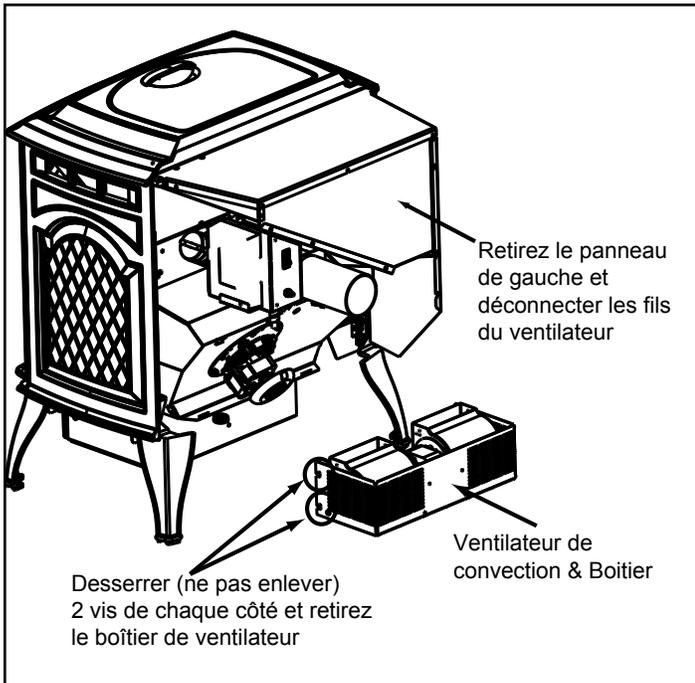

Figure 23.1
- Il y a 2 vis à chaque côté du boîtier. Desserrez les 4 vis, mais ne les retirez pas. Soulevez le boîtier de ventilateur doucement et tirez le vers vous. **Figure 23.1 à la page 23.**